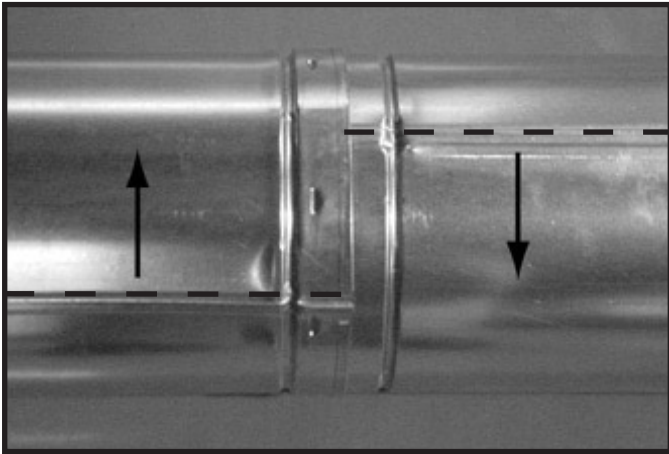

Figure 7.9 Faire pivoter les joints d'assemblage pour démonter
- Faites pivoter l'une des sections (figure 7.9), de façon à ce que les joints d'assemblage des deux sections de conduit soient alignés, comme à la figure 7.10.